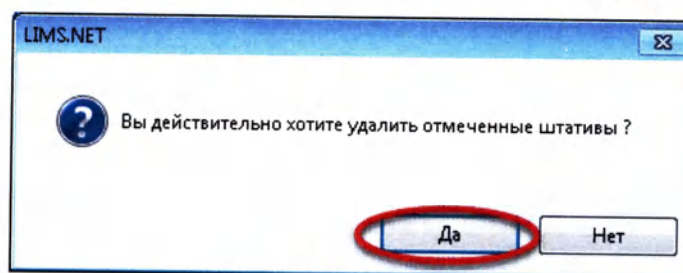

Рисунок 13.45
3. В открывшемся диалоговом окне, нажмите кнопку «Да» (Рисунок 13.45):